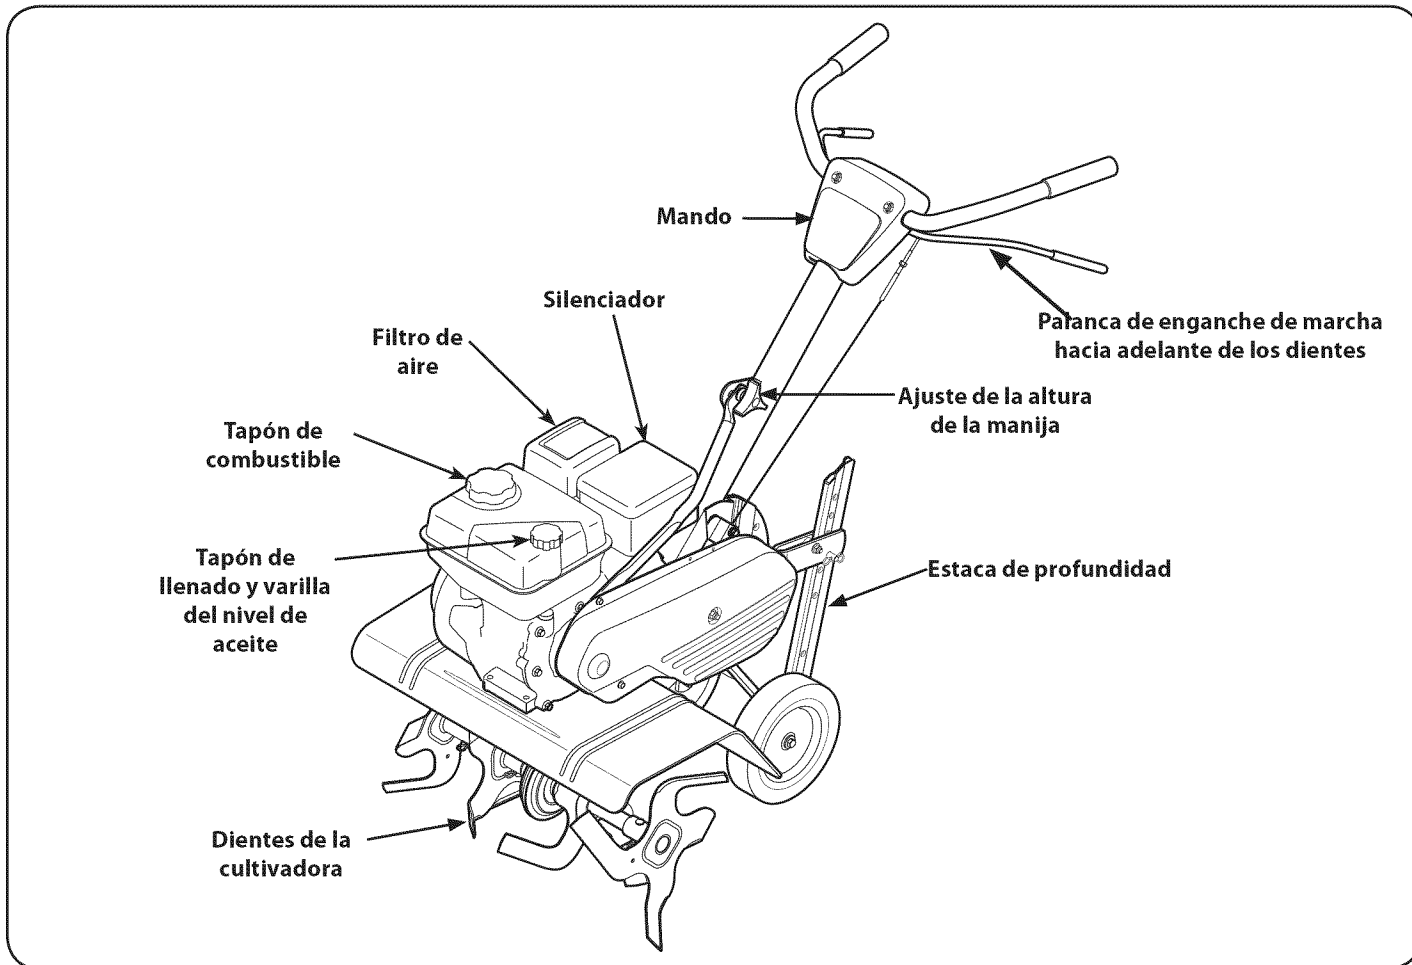

Figura 10
8. Ajuste el cable del embrague de marcha adelante, aflojando la tuerca hexagonal. Véase la Figura 10.
9. A su vez la sección de cable de cuello una o dos vueltas para aumentar o disminuir la tensión en el cable. Véase la Figura 10.
10. Vuelva a apretar la tuerca de seguridad contra el cuello de cable. Véase la Figura 10.
El filtro de aire es un dispositivo de la toma de aire del motor que impide la entrada de polvo y suciedad en el motor. Vea la Figura 10.
El escape del motor sale del motor a través del silenciador. Vea la Figura 10.
La estaca de profundidad controla la profundidad de la labranza. Vea la Figura 10.
Los dientes se utilizan para cultivar, surcar y preparar su jardín par la siembra. Vea la Figura 10.
Es posible controlar el nivel de aceite del motor, así como también agregar aceite, a través del llenado de aceite. Vea la Figura 10.
La palanca de enganche de marcha hacia adelante de los dientes controla el enganche de los dientes. Suelte la palanca para detener los dientes. Vea la Figura 10.
La altura de las manijas se puede ajustar. Afloje la perilla para cambiar la posición. Ajuste los elementos de ferretería cuando haya terminado. Vea la Figura 10.